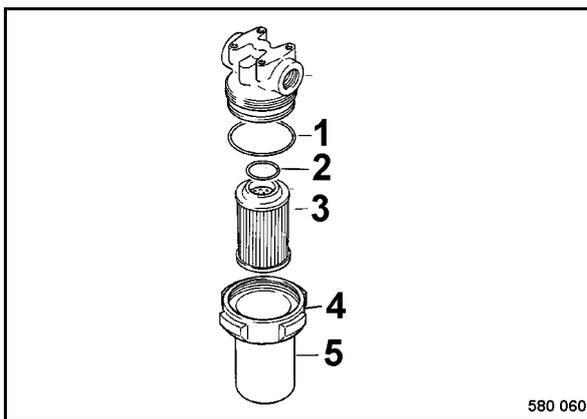

Рис. 179
- Отвинтить накидную гайку 4 (Рис. 179) и снять корпус фильтра (5) вместе с фильтрующим элементом (3).